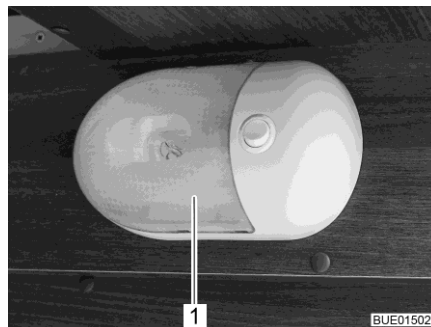

Fig. 301 Lampada a parete
- Comprimerne leggermente sui due lati la copertura trasparente (Fig. 301,1), staccarla appena dall'interruttore e tirarla in avanti.